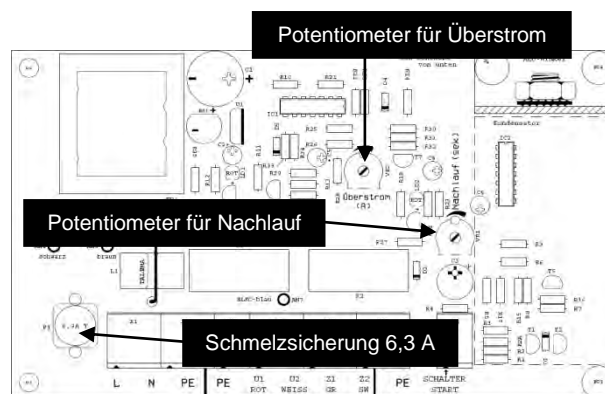

Abbildung 5: Übersicht Schaltkasten
3. Schmelzsicherung auswechseln. (siehe Abbildung 5)